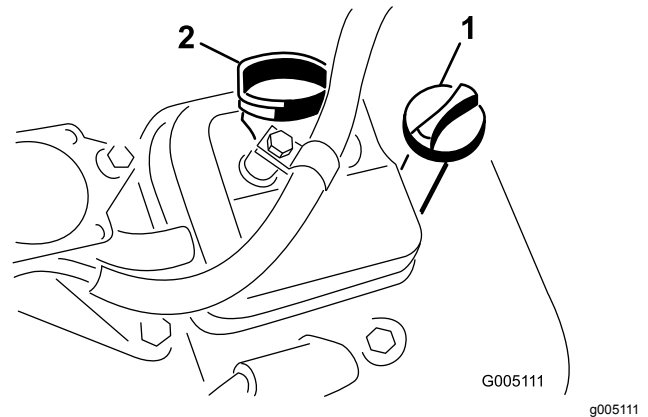

Figura 28
3. Introduzca la varilla en el tubo y enrósquela en el tubo (**Figura 28**).